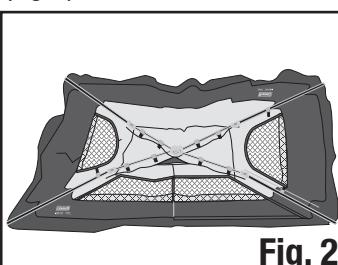

Fig. 2
- Dépliez les bras de la tente vers le bas, jusqu'à ce qu'ils reposent à plat sur le sol. (Fig. 2)
- Replier la tente en pliant les bras vers le haut jusqu'à ce que la tente tienne debout et que le raccord central soit à la partie supérieure. (Fig. 2 et 1)